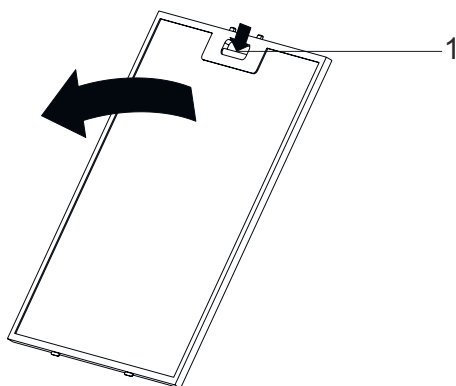

Fig. 7
- Appuyez sur la languette du filtre en aluminium (1) et tirez le filtre en aluminium dans le sens de la flèche (Fig. 7).